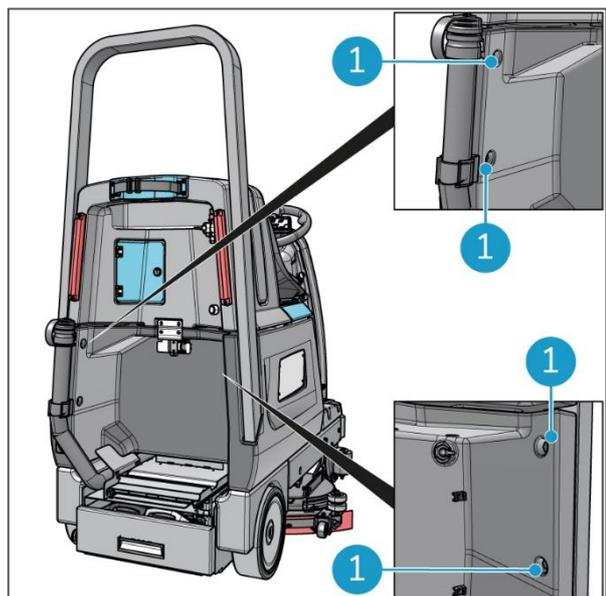

Abbildung 13
1. Platzieren Sie den i-mop-Bügel auf der Rückseite des i-drive (Abbildung 13).
2. Ziehen Sie die 4 Schrauben (Abbildung 13, Pos. 1) mit einem Drehmoment von 15 Nm an.